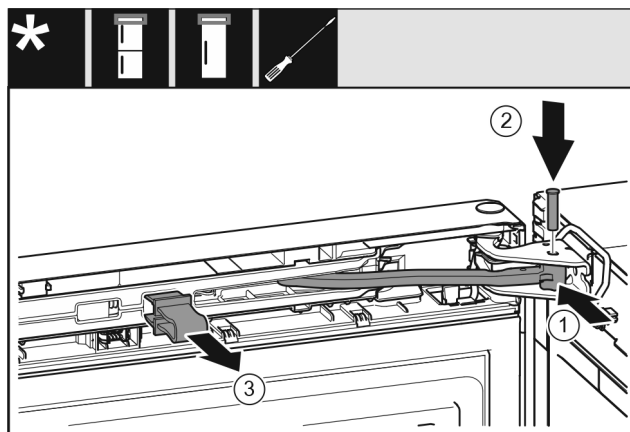

Fig. 34
- Ruotare il giunto Fig. 34 (1) nel blocco di supporto.
- Inserire il perno Fig. 34 (2) nel blocco di supporto e nel giunto. Assicurarsi che la camma di arresto sia posizionata correttamente nella scanalatura.
- Rimuovere il fusibile Fig. 34 (3).